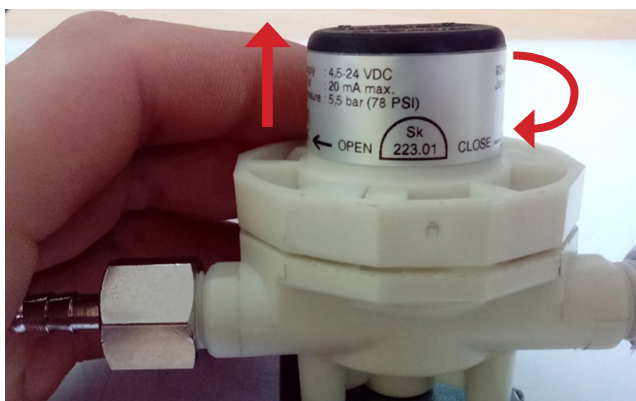
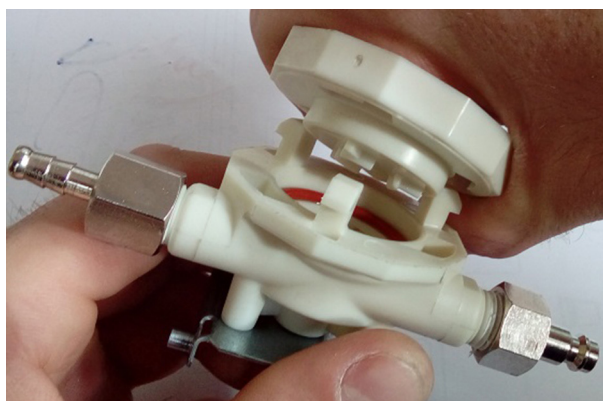

Рисунок 10
Рисунок 11
6. Поверните крышку расходомера до упора и отнимите от корпуса (см.рис.10 и рис.11).